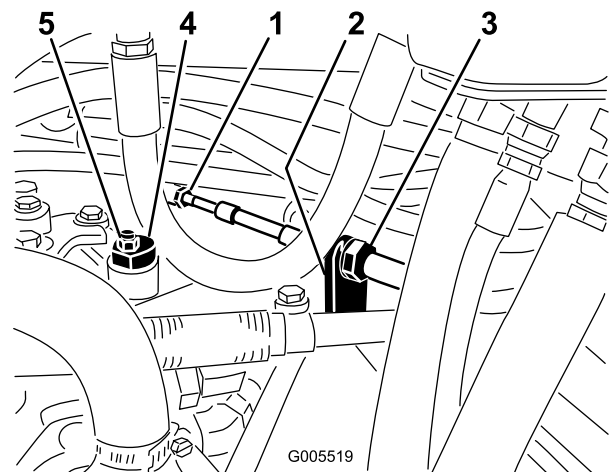

Bild 52
- A. Lösen Sie beide Klemmmuttern, mit denen der Fahrtriebs-Bowdenzug an der Trennwand am Hydrostat befestigt ist (Bild 52). Achten Sie darauf, dass die Klemmmuttern gleichmäßig gelockert sind und eine ausreichende Einstellung ermöglichen.
Hinweis: Lösen Sie die Mutter, mit der der Exzenter oben am Hydrostat befestigt ist (Bild 52).
- C. Drehen Sie den Exzenter, bis kein Kriechen in jeder Richtung auftritt. Ziehen Sie die Schraube fest, wenn sich das Rad nicht mehr dreht, um den Exzenter und die Einstellung zu arretieren (Bild 52). Überprüfen Sie die Einstellung mit dem Gasbedienungshebel auf „Langsam“ und auf „Schnell“.
- D. Ziehen Sie die Sicherungsmuttern, mit denen der Bowdenzug an der Trennwand befestigt ist, gleichmäßig von der Innenseite der Trennwand fest (Bild 52).